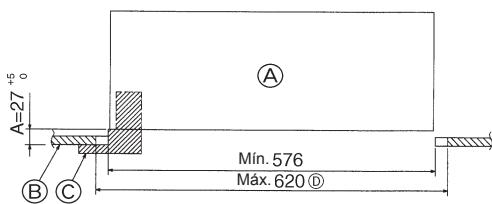

Fig. 8-2
8.2. Preparación para conectar la rejilla (Fig. 8-2)